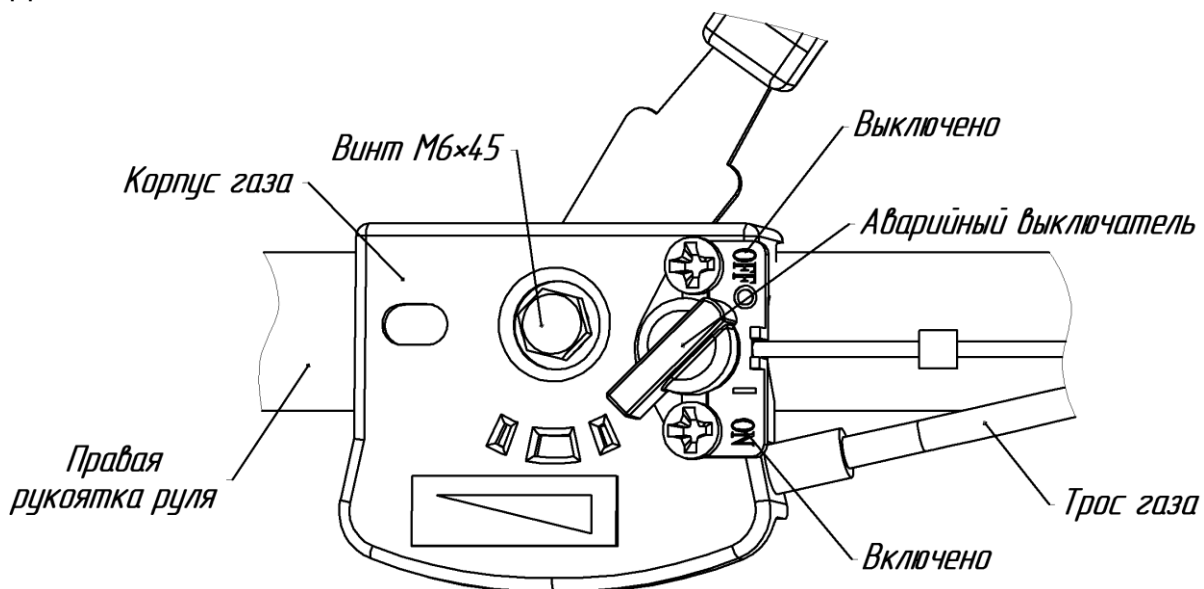

Рис.11 Механизм управления дроссельной заслонкой (газом) двигателя.
– установить ручку газа на рукоятке руля в положение "О" ("СТОП") (рис.9) или аварийный выключатель в положение "OFF" (рис.11);